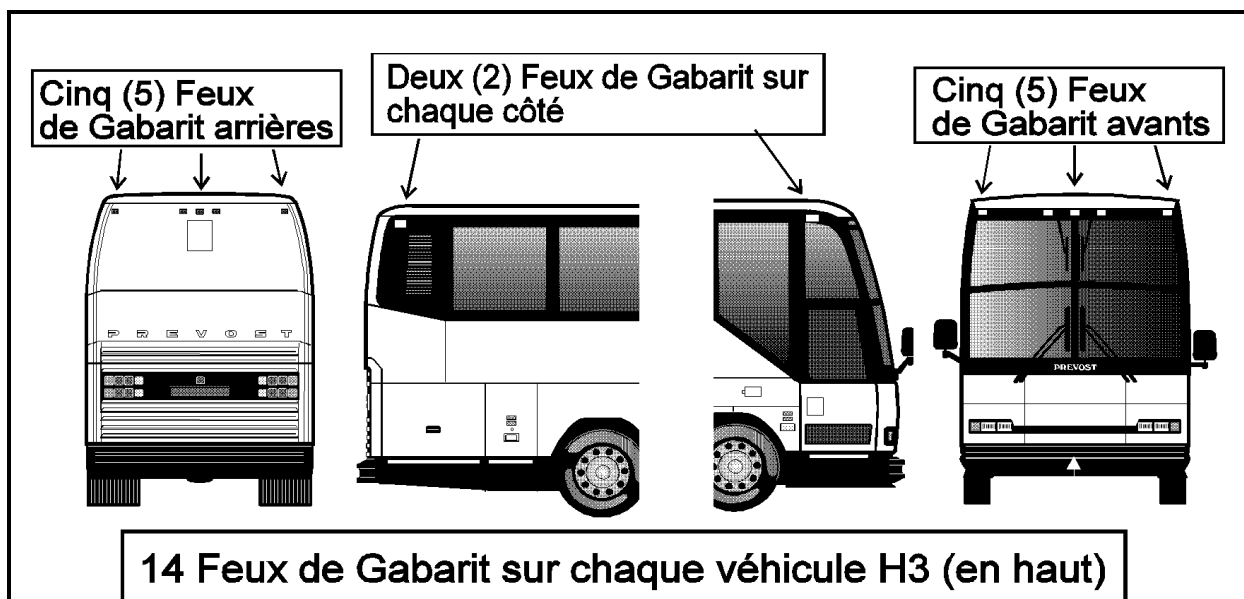

FIGURE 2: POSITION DES FEUX DE GABARIT SUR LES VÉHICULES H3
1. Pour remplacer un joint d'étanchéité sur un feu de gabarit du toit (Fig. 2), enlever les vis de retenues et les lentilles.